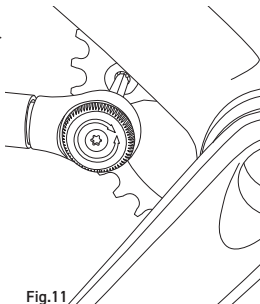

Fig.11
- Apriete con una llave dinamométrica los tornillos a **8 Nm (71 in.lbs)** para Ekar y a **10 Nm (88 in.lbs)** para Ekar GT (Fig. 11).